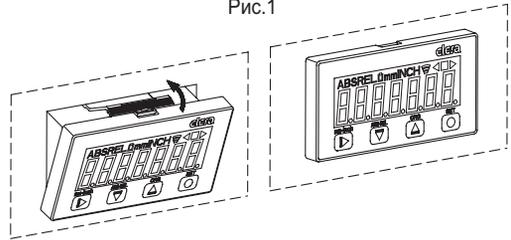

Рис. 3
- Выверните саморезный винт из нержавеющей стали AISI 304 с шестигранным отверстием под инструмент TORX® T06 и снимите крышку (рис. 3).